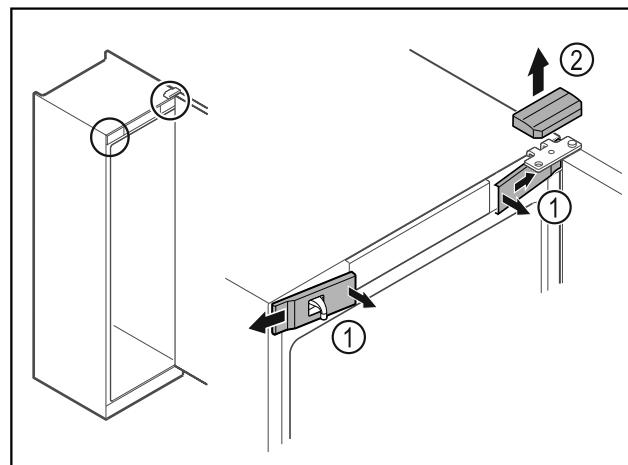

Fig. 16
- Vidinėje pusėje atfiksukite priekines dengiamasias plokštėles Fig. 16 (1) ir nuimkite jas į šoną.
- Nuimkite viršutinę dengiamąją plokštę Fig. 16 (2) į viršų.